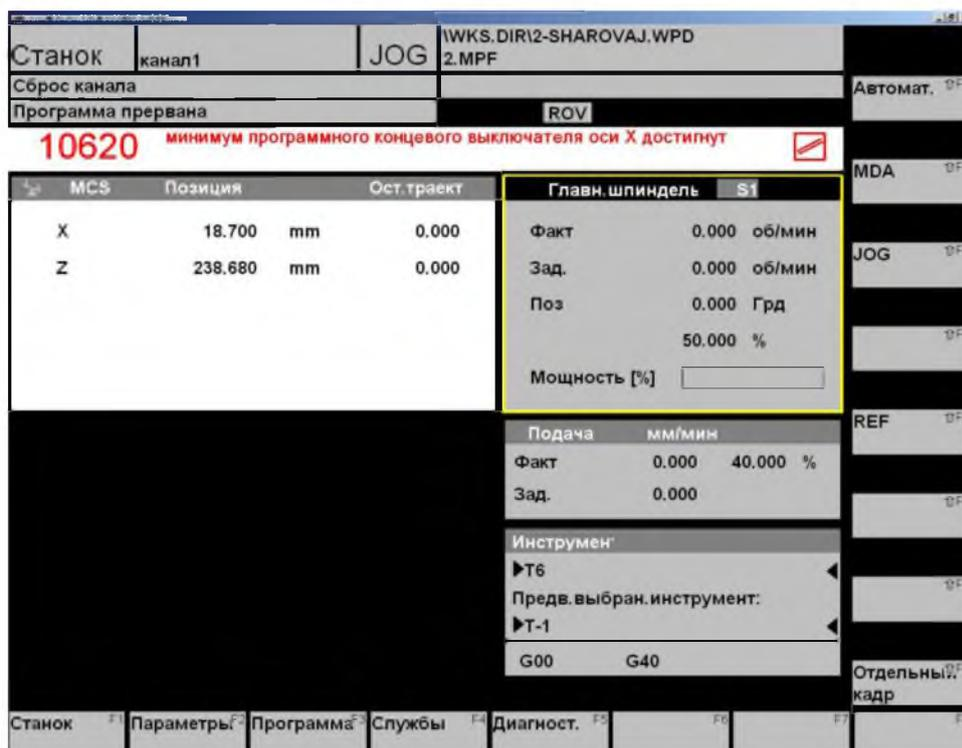

Рис. 11. Главный экран приложения WinNC
9) Далее заносим полученные данные в коррекцию инструмента. Для этого необходимо: находясь в основном меню (рис. 11), нажать клавишу «F2 Параметры», затем в столбце «Геометрия» ввести вылет по оси X (см. п.5) в поле «Длина 1» и вылет по оси Z в поле «Длина 2». Коррекция производится для соответствующей позиции инструмента. Позиция инструмента выставляется по крайней правой колонке под буквой «Т+» и «Т-».
2) В текущих координатах станка снимаем значения X и Z ($X=17,667$; $Z=198,484$). Выход из любого режима осуществляется кнопкой , располагающейся на горизонтальной клавиатуре, далее в нижней панели экранного меню необходимо нажать кнопку «F1 Станок» (рис. 11), либо на клавиатуре компьютера F1.
7) Далее заносим полученные данные в коррекцию инструмента. Для этого необходимо: находясь в основном меню (рис. 11) нажать клавишу «F2